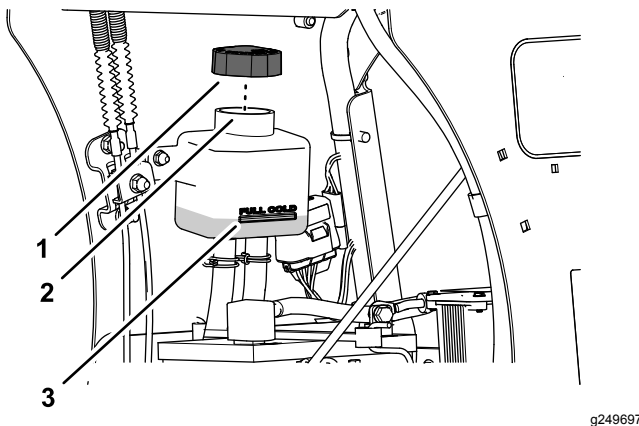

Figura 53
3. Retire el tapón del depósito de expansión y compruebe el nivel de fluido de transmisión del depósito (Figura 53).
4. Si es necesario, añada el fluido para transmisión especificado hasta que el nivel de fluido llegue a la línea FULL COLD del depósito de expansión (Figura 53).
4. Siga añadiendo fluido para transmisiones del tipo especificado hasta que llegue a la línea FULL COLD del depósito de expansión; consulte Figura 53 en Comprobación del fluido de la transmisión \(página 46\).